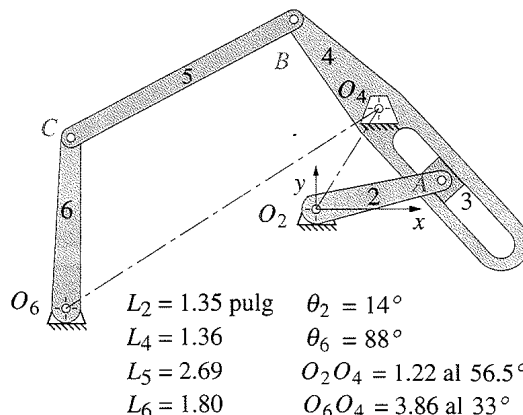

FIGURA P6-26 Problemas 6-64, 6-106, 6-107 De P. H. Hill y W. P. Rule (1960) Mechanisms: Analysis and Design, con permiso
- *6-64 La figura P6-26 muestra un mecanismo con dimensiones. Use un método gráfico para calcular las velocidades de los puntos A, B y C, y la velocidad de deslizamiento en la posición mostrada $\omega_2 = 20$ rad/s.
- 6-106 En la figura P6-26 (p. 228) se muestra un mecanismo con dimensiones. Con un método gráfico, determine las velocidades de los puntos A y B y la velocidad de deslizamiento para la posición mostrada si $\omega_2 = 24$ rad/s en sentido horario. No tome en cuenta los eslabones 5 y 6.